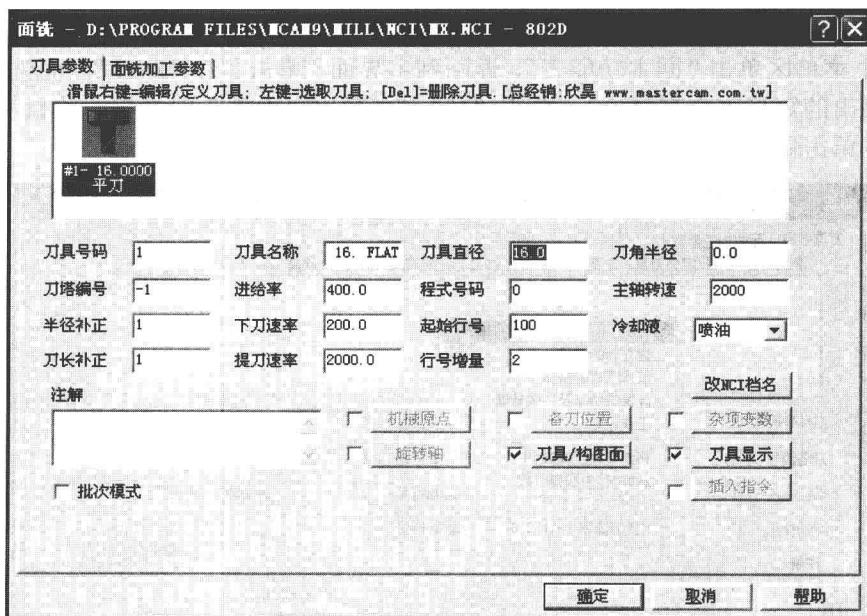

图 1-11 “面铣”对话框
- 3) 返回“面铣”对话框，输入面铣刀具参数，进给率：400.0，下刀速率：200.0，提刀速率：2000.0，主轴转速：2000，冷却液：喷油，如图 1-11 所示。